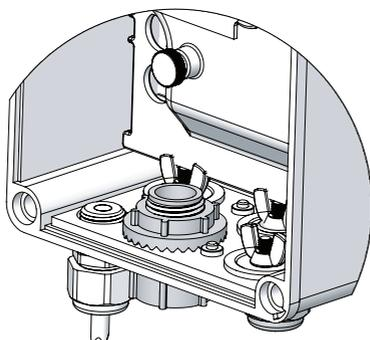

Figura 5: Conexão de aterramento
3. Remova os tampões de furo apropriados na placa de ligação. Os dois próximos da parte posterior são destinados para o uso em alta tensão. Utilize aparatos de conexão apropriados para garantir a conexão de aterramento para a placa de conexão metálica. (Veja a figura 5)